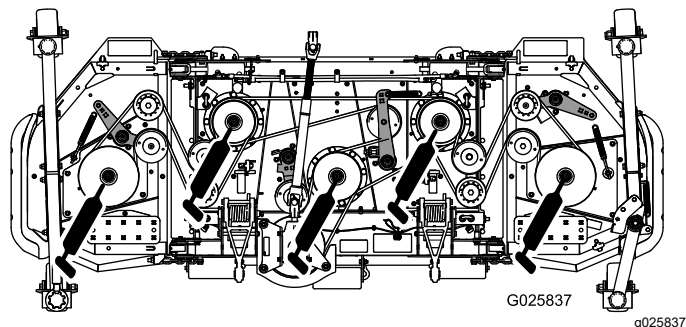

Figura 19
- Rolamentos do eixo (5) (Figura 19)